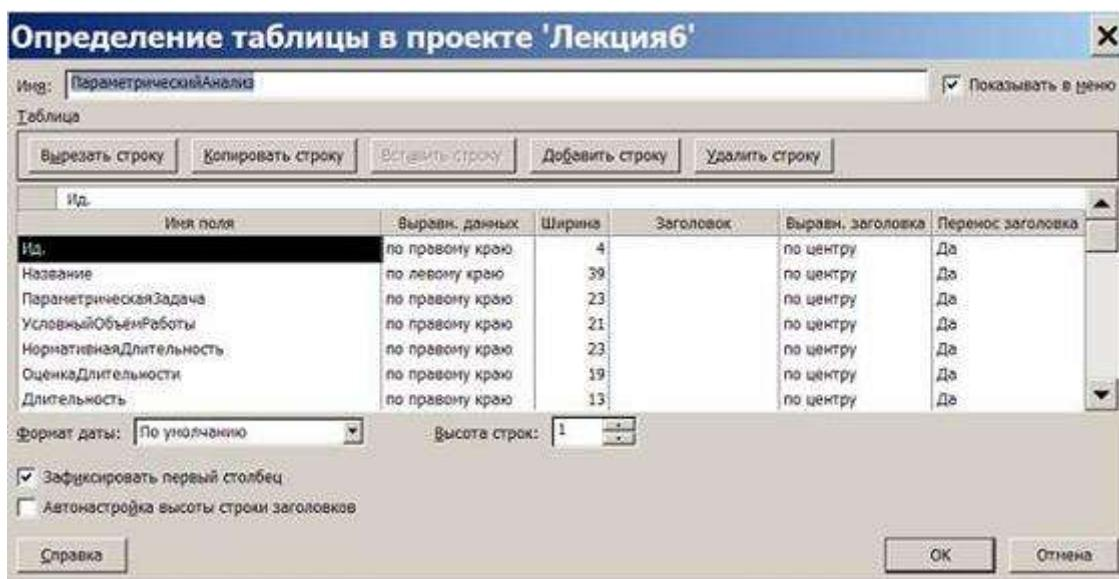

Рис. 6.4. Окно создания таблицы представления
5. Создать таблицу представления с именем *ПараметрическийАнализ*, включив в нее поля *Ид*, *Название*, *ПараметрическаяЗадача*, *УсловныйОбъемРаботы*, *НормативнаяДлительность*, *ОценкаДлительность*. Окно создания таблицы представления изображено на рис. 6.4.